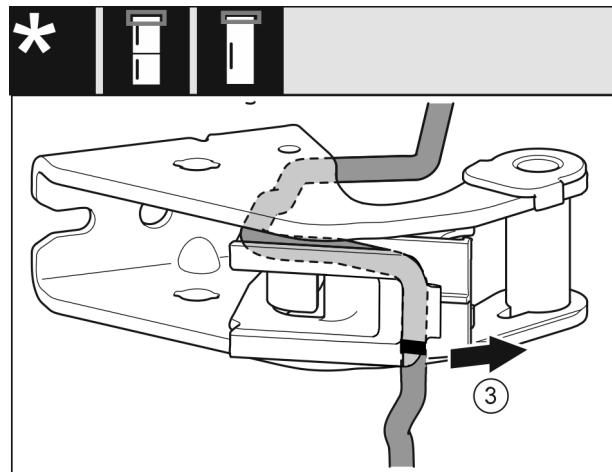

Fig. 27
- ▶ 从轴承座上拆下电缆及电缆支架。Fig. 27 (3)